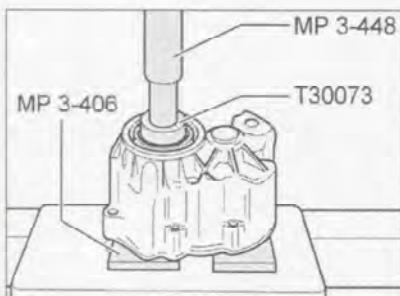

Рис. 7.228. Извлечение заднего подшипника первичного вала.
1. Выпрессуйте задний подшипник первичного вала с помощью специального инструмента (рис. 7.228).